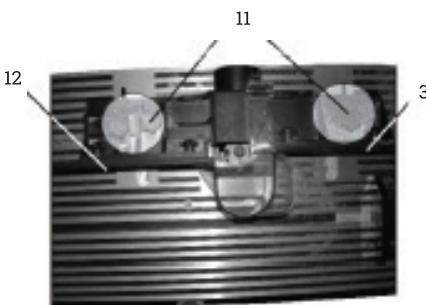
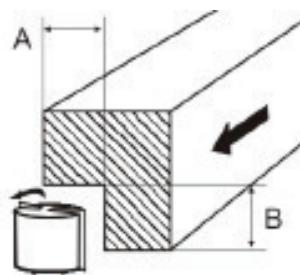

Рис. 4.
Рис. 5
Для фрезерования граней и пазов установите направляющую (3) с крепежными гайками (11) (рис. 4) на расстояние, соответствующее необходимой глубине фрезерования (рис. 5).
Отводящая часть (12) (см. рис. 4) направляющей (3) обеспечивает опору для обработанной части заготовки при выполнении фрезерования. Устанавливается в плоскости по касательной окружности режущей кромки фрезы.
Перед обработкой проверьте пробным фрезерованием установленную глубину А (перпендикулярно к оси фрезы) и высоту В (параллельно оси фрезы) фрезерования (см. рис. 5).
Крепежными гайками (11) (см. рис. 4) надежно закрепите положение.